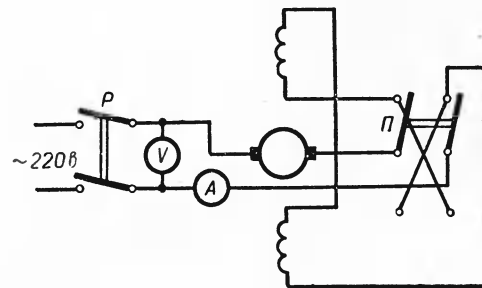

Рис. 112. Схема включения универсального коллекторного двигателя в сеть.
5. Соберите электрическую схему для испытания двигателя в работе (рис. 112).